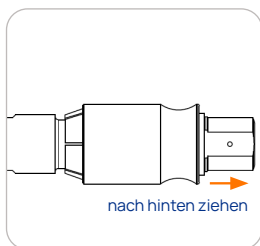

Abbildung 6
- ▶ Ziehen Sie leicht am Unterteil (Pos. 2) (Roter Pfeil Abbildung 6) des Adapters entgegen der Anschlussrichtung um sicherzustellen, dass der Adapter richtig angeschlossen ist.